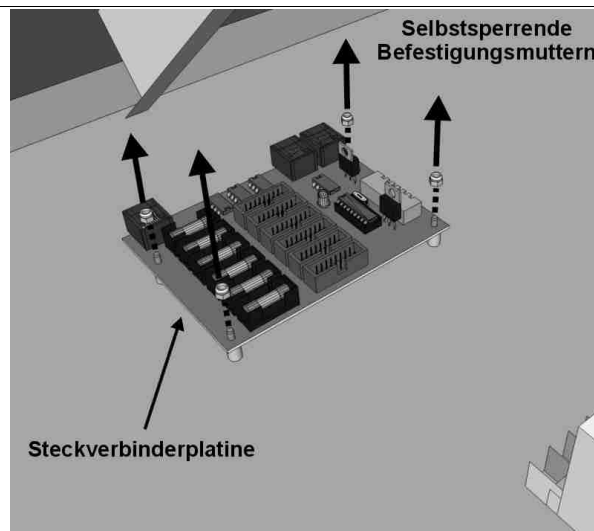

Abb. 19: Befestigung Steckverbinderplatine
3. Mittels eines 5,5 mm Schlüssels die 4 Befestigungsschrauben der Steuerplatine abschrauben (Abb. 19), sie aus ihrer Aufnahme herausnehmen und die neue Platine befestigen.